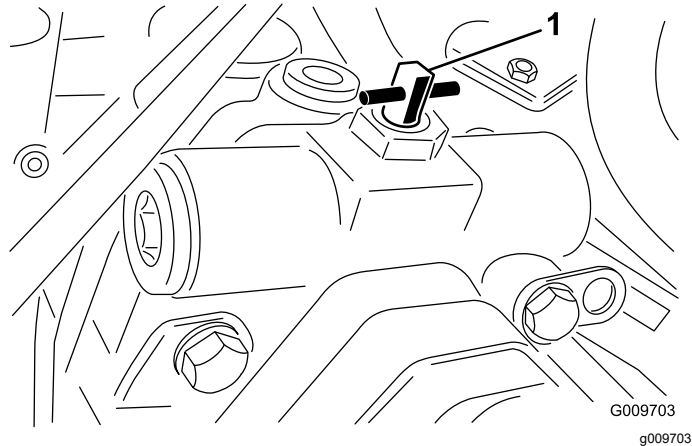

Bild 41
3. Drehen Sie das Sicherheitsventil um eine Vierteldrehung nach rechts oder links, um es zu öffnen und das Öl intern umzuleiten (**Bild 41**).
2. Drehen Sie das Sicherheitsventil um eine Vierteldrehung nach rechts oder links, um es zu öffnen und das Öl intern umzuleiten (**Bild 41**).